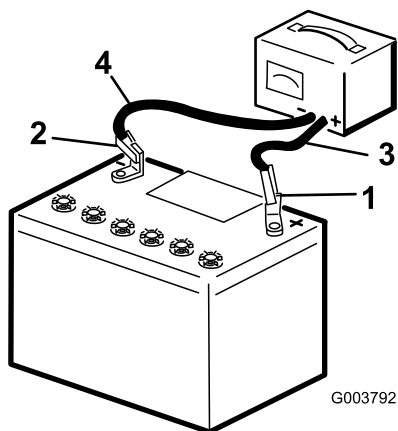

Figure 129
5. Connectez le câble positif du chargeur de batterie à la borne positive de la batterie (Figure 129).
6. Connectez le câble négatif du chargeur de batterie à la borne négative de la batterie (Figure 129).
8. Quand la batterie est chargée au maximum, débranchez le chargeur de la source électrique, puis débranchez les fils du chargeur des bornes de la batterie (Figure 129).